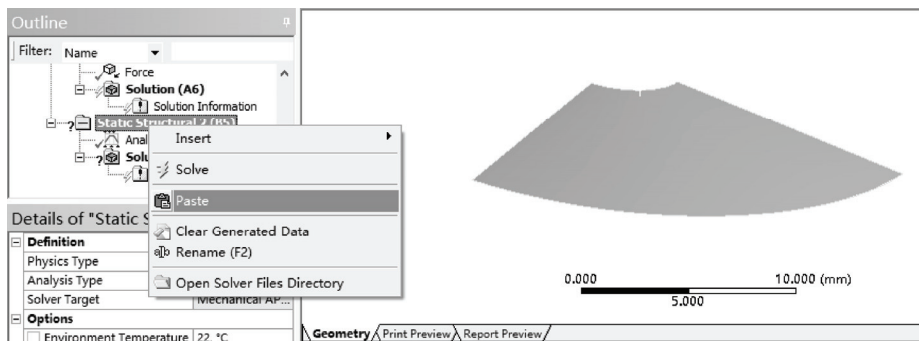

图 7-23 粘贴载荷
9) 在树结构图中, 找到 Static Structural (B5) 选项, 单击右键, 选择 Paste 命令, 粘贴得到载荷设置, 如图 7-23 所示。